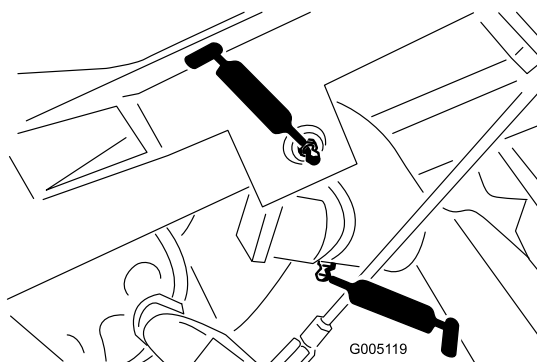

図 32
- 昇降アームのピボット3箇所とピボットヒンジ3箇所 図 32